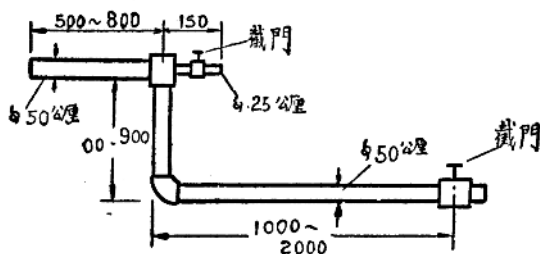

图 9
(2) 使用风水喷射器，点炮后既打开风水喷射器，一方面可以帮助通风，另一方面可以达到降尘的作用，其布置如图 9 所示。